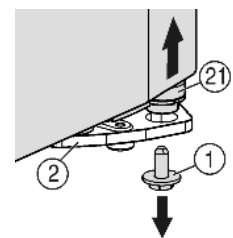
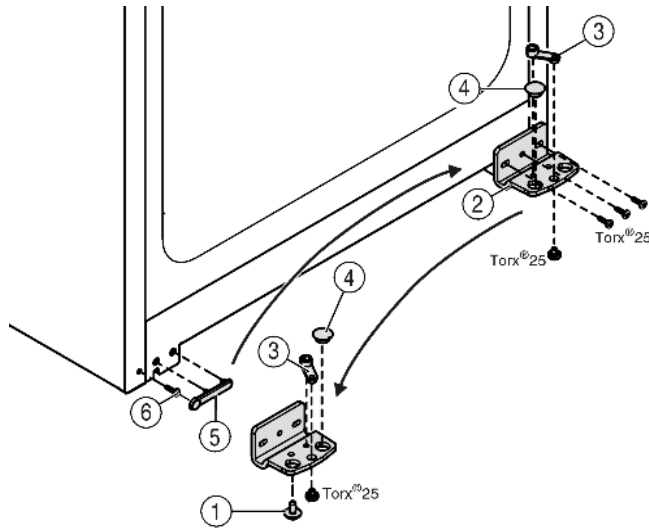

Fig. 4
Fig. 5
- ▶ Dévisser la vis de blocage du support d'appui Fig. 4 (1) en bas à droite.
- ▶ Le pivot d'appui Fig. 4 (21) se desserre du support d'appui Fig. 5 (2).
- ▶ Si le pivot d'appui Fig. 4 (21) ne se débloque pas poussez-le par le bas.
- ▶ Dévisser le support d'appui Fig. 5 (2).
- ▶ Dévisser l'élément pivotant Fig. 5 (3) et le permuter dans le trou opposé du support d'appui, revisser à fond.
- ▶ Retirer le bouchon Fig. 5 (4) du support d'appui et le placer dans le trou du côté opposé au support d'appui.
- ▶ Retirer le cache Fig. 5 (5) côté poignée avec précaution.
- ▶ Retirer la vis Fig. 5 (6) et la revisser sur le côté opposé.
- ▶ Remettre en place le cache Fig. 5 (5).
- ▶ Revisser le support d'appui Fig. 5 (2) sur le nouveau côté charnière, en utilisant une visseuse sans fil si nécessaire, avec un couple de serrage de **4 Nm**.
- ▶ Visser la vis d'arrêt Fig. 4 (1) en bas dans le pivot d'arrêt et la serrer à fond (**avec 4 Nm**).